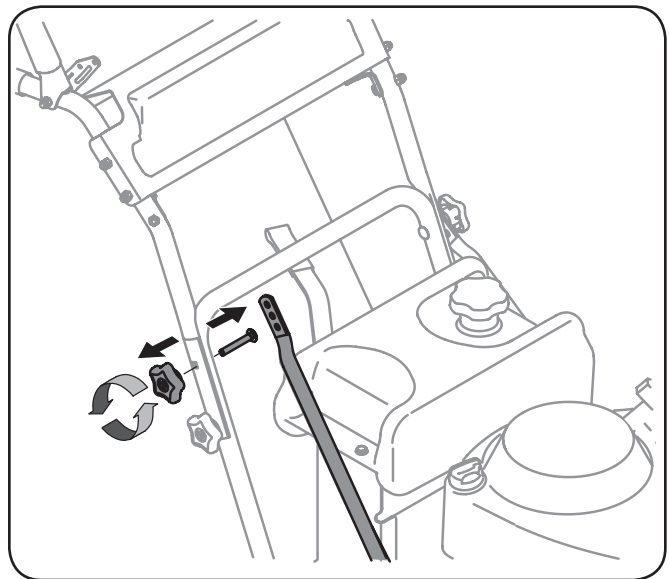

Figure 6-7
- Extraiga la perilla en estrella superior y el tornillo del carro que están del lado derecho y del lado izquierdo de la manija. Vea Figure 6-7.